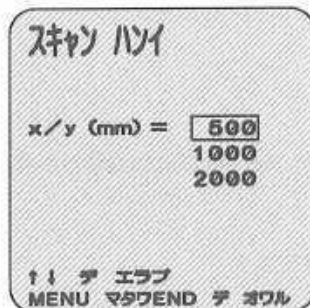

図20
7. 6. 4. 測定範囲の設定は、図16を表示させたあと、 スキャン ハンイにカーソルを合わせSTARTキーを押してください。図20が表示されます。 * Model Scanlogのみ